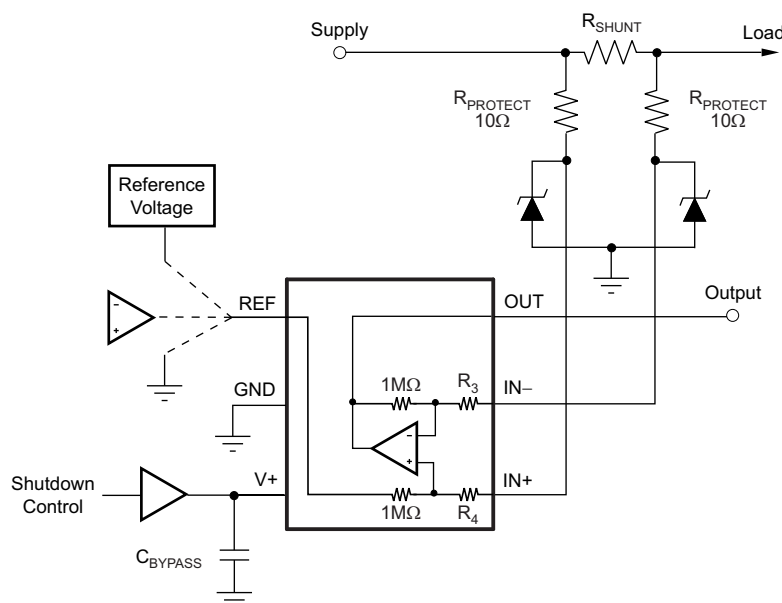
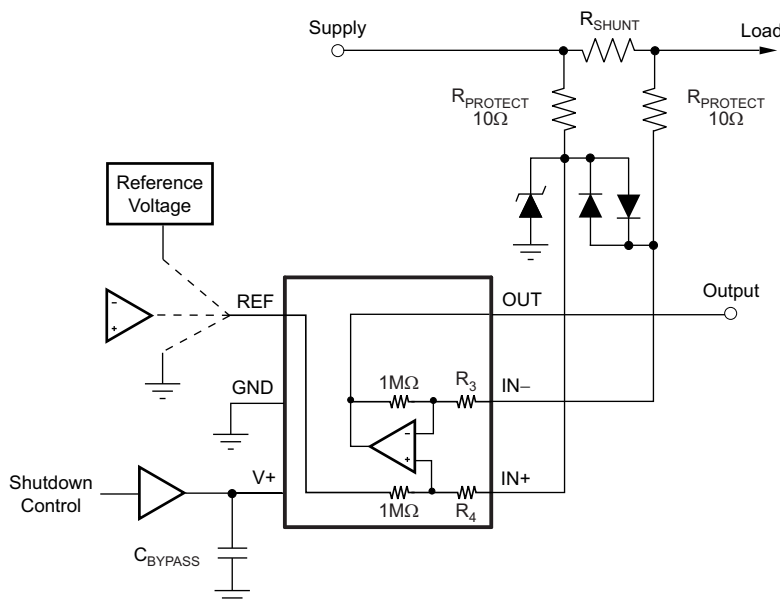

图 24. 使用双齐纳二极管的 INA199 瞬态 保护
图 25. 使用一个单 Transzorbs 和输入钳制来实现 INA199 瞬变保护
借助少量的额外电路，INA199 系列可用于瞬变高于 26V 的电路中，例如车载应用。只使用齐纳二极管或者齐纳类型瞬态吸收器（有时是指瞬变电压抑制器 (*Transzorbs*)）；任何其它类型的瞬态吸收器有一个无法接受的时间延迟。从添加一对图 24 中所示的电阻器作为齐纳二极管的工作阻抗开始。需要将这些电阻器的值保持在尽可能小，大多数情况下大约为 10Ω 。可使用会对增益产生影响的更大的电阻值，在输入滤波部分对这个影响进行了讨论。由于这个电路只限制短期瞬态，一个 10Ω 电阻器连同可找到的最低额定功率的传统齐纳二极管可以满足很多应用的要求。这个组合使用最少的电路板空间。这些二极管可在小至小外形尺寸晶体管封装 (SOT)-523 或者小外形尺寸二极管封装 (SOD)-523 的封装中找到。
如果低功耗齐纳二极管不具有足够的瞬态吸收能力而必须使用一个更高功耗的瞬变电压抑制器的话，那么最有效封装解决方案是在器件输入之间使用一个单瞬变电压抑制器和背靠背二极管。这个方法显示在图 25 中。最有效利用空间的解决方案是在一个单 SOT-523 或者 SOD-523 封装内的双串联二极管。在图 24 和图 25 中所示的示例中，带有所有保护组件的 INA199 所需的电路板面积少于一个小外形尺寸 (SO)-8 封装的面积，并且只稍微大于一个微型小外形尺寸 (MSOP)-8 封装的面积。